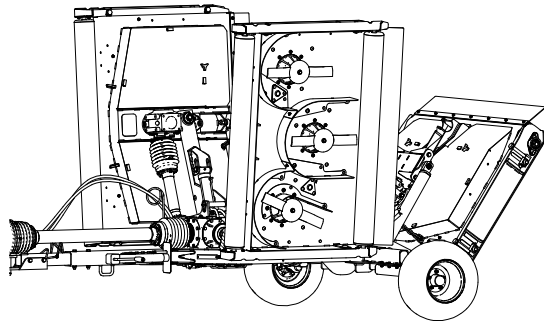

Figura 69
2. Eleve y cierre las carcasas del cortacésped, apague el motor y retire la llave (Figura 69).